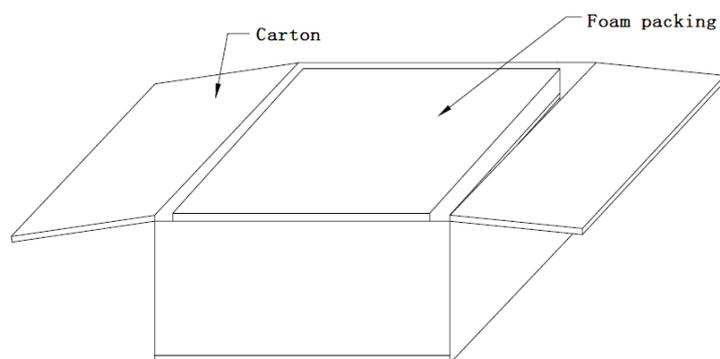

Fig.3-6 Aprire il pacco
2. Tagliare la plastica e il nastro adesivo per aprire il pacco. Vedi fig. 3-6.